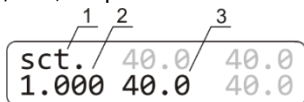

Рисунок 3. Дисплей в калибровочном режиме: 1. Индикатор калибровки; 2. Коэффициент калибровки; 3. Температура с текущим коэффициентом
- 7.2. Для изменения калибровочного коэффициента держите нажатой клавишу **TIMER RUN/STOP** дольше 8 с для входа в калибровочный режим. На дисплее появится калибровочный коэффициент, см. рис. 3.
- 7.3. **Восстановление заводских установок.** Чтобы восстановить заводские установки, с помощью кнопок **▲** и **▼ T (°C)** установите значение коэффициента 1.000, как показано на рис. 3/1. Нажмите кнопку **RPM RUN/STOP** один раз, чтобы сохранить изменения.